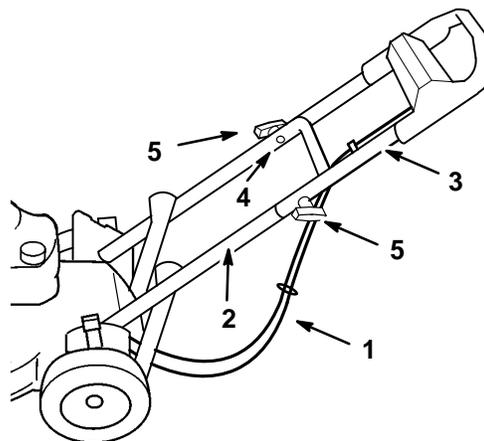

Figure 3
4. Glisser les extrémités du mancheron supérieur en position sur le mancheron inférieur pour que les deux éléments se logent l'un dans l'autre (Fig. 3)
5. Veiller à faire passer les câbles par le dessous ou l'arrière du mancheron inférieur comme illustré à la figure 3.
6. Fixer le mancheron supérieur au mancheron inférieur à l'aide des deux boulons à tête courbe et des deux boutons restants (Fig. 3).